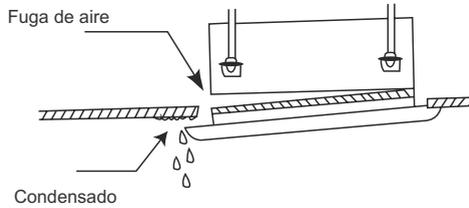

Fig.35
(2) Un atornillamiento incorrecto puede causar los problemas que se muestran en la Fig.35